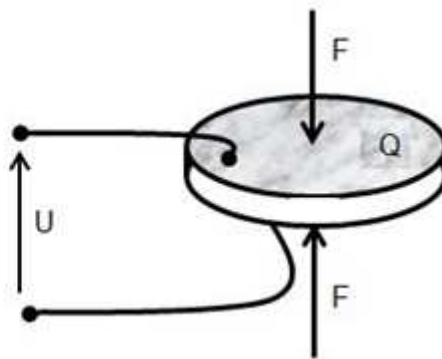

Figure 3 : exemple de capteur de force piézoélectrique prêt à être incorporé dans un circuit électrique.
Le capteur photographié sur la figure 3 a un comportement un peu différent du cristal décrit en introduction.
$\beta = 5 \times 10^{-5} \text{ C} \cdot \text{N}^{-1}$  pour le capteur de la figure 3.
$C = 125 \times 10^{-12} \text{ F}$  (farad) pour le capteur de la figure 3.
On souhaite utiliser le capteur piézoélectrique de la figure 3, connecté aux bornes d'un voltmètre, pour mesurer des niveaux d'intensité sonore.
- On connecte le capteur piézoélectrique de la figure 3 aux bornes d'un voltmètre.